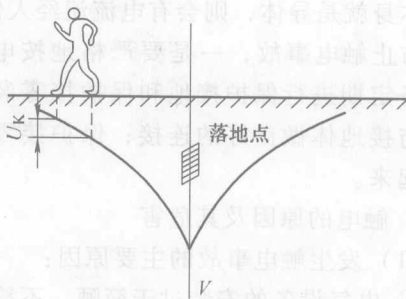

图 1-3 跨步电压触电
(3) 跨步电压触电 当架空电力线路的一根带电导线断落在地上时, 电流就会经落地点流入地中, 并向周围扩散。导线落地点的电位很高, 距离落地点越远, 电位越低。在落地点 20 m 以外, 地面的电位近似等于零。当人走近落地点附近时, 两脚踩在不同的电位上, 两脚之间就会有电位差, 此电位差称为跨步电压。当人体受到跨步电压的作用时, 电流就会从一脚经胯部流到另一脚下形成回路, 造成跨步触电, 如图 1-3 所示。